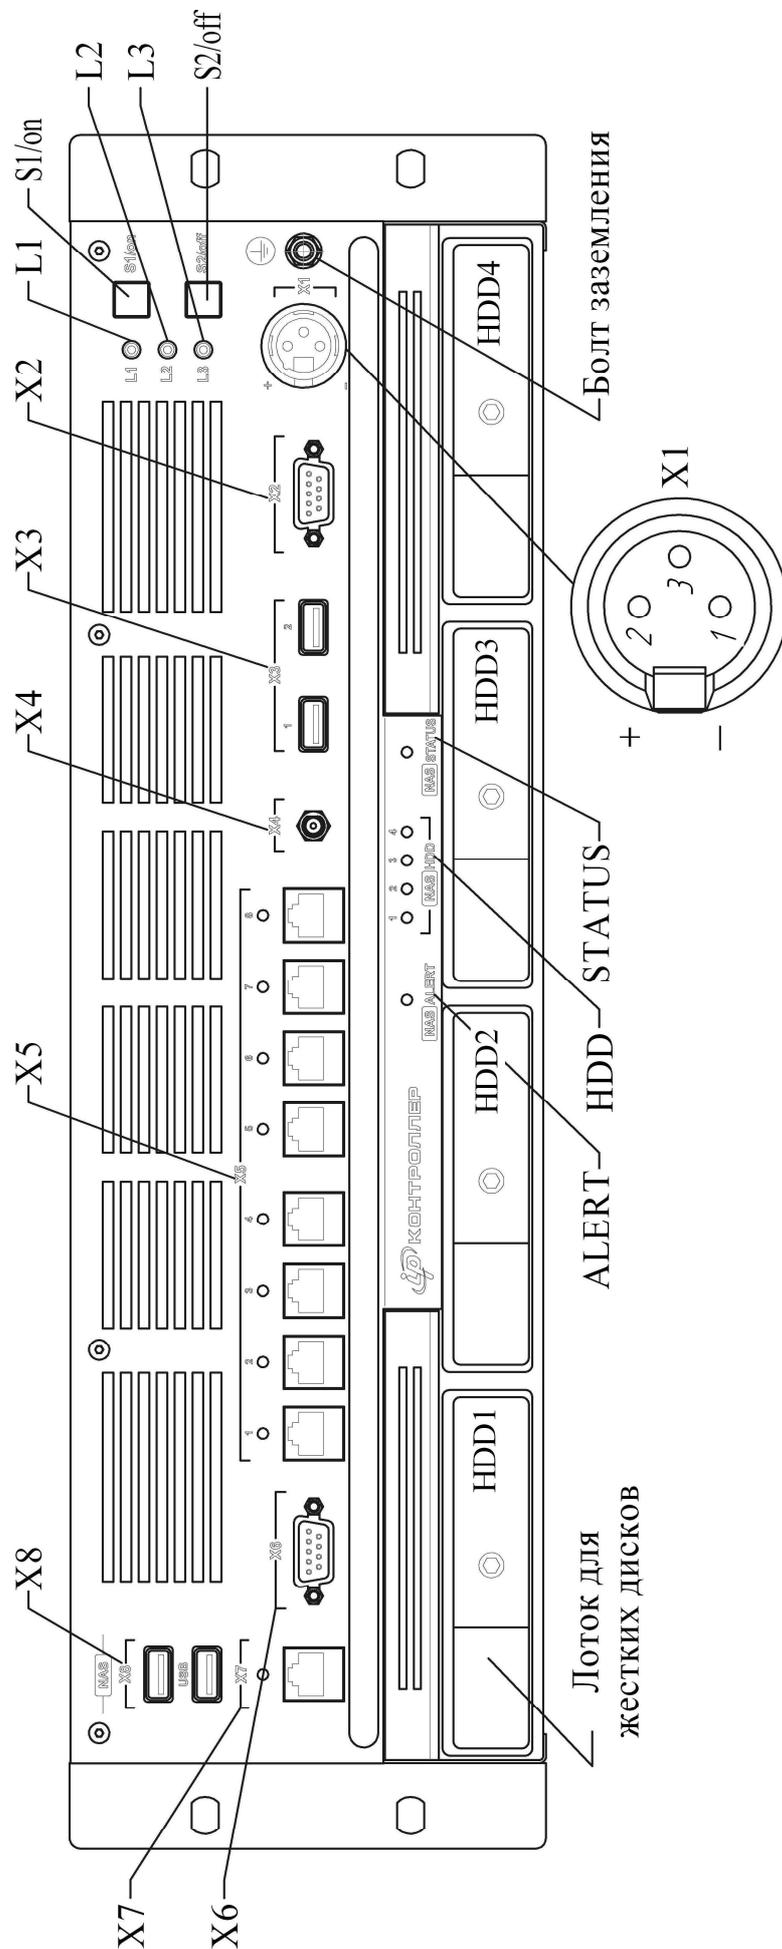

Рис.1 Передняя панель Контроллера с разъемами
4.2 Описание передней панели Контроллера (см. рис.1):
**ВНИМАНИЕ!** Соблюдайте маркировку согласно рис.1.